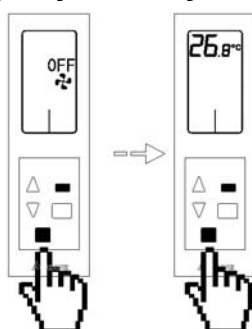
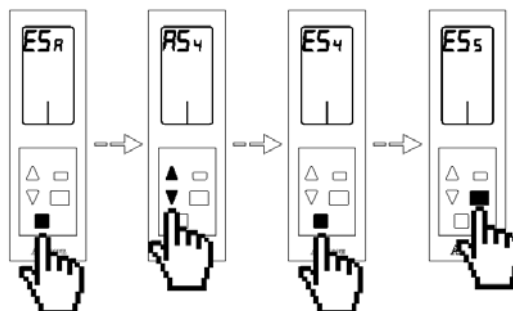

Fig. 90
Fig. 94
Para aceder ao menu de configuração avançada, o comando deve aparecer no ecrã principal com a zona apagada. Pressione demorado e em simultâneo nos botões de confirmação  e Sleep  até aparecer o ecrã da temperatura ambiente (Fig. 90). Neste ecrã dê novamente um toque demorado e em simultâneo nos botões de confirmação  e Sleep ; acederá ao menu de configuração avançada.
- o **Associar uma saída de controlo secundária:** Se deseja acrescentar mais uma saída de controlo, selecione $\bar{R}$ e toque no botão de confirmação ☐ para aceder ao menu de associação (fig.90). Se não aparecer esta opção, significa que não há saídas disponíveis para associar. Com as setas Δ ∇ indique o valor que deseja associar e toque no botão de confirmação ☐. De seguida, o menu mostrar-lhe-á o valor da próxima saída disponível. Se mostrar o valor $\bar{n}$ indica que não há mais saídas disponíveis no sistema. Se não deseja associar outra saída, toque no botão sair ☐ para voltar ao menu anterior. (Fig. 94)